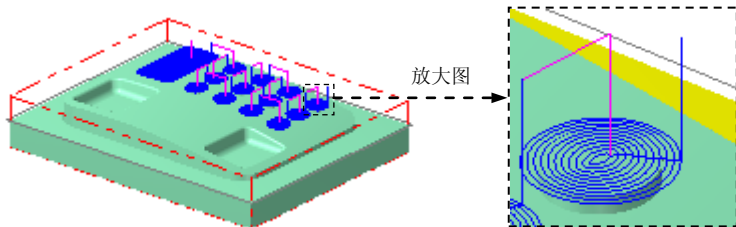

图 10.2.21 刀具路径
Step8. 单击“曲面精车-浅铣削”对话框中的  按钮,同时在图形区生成图 10.2.21 所示的刀路轨迹。